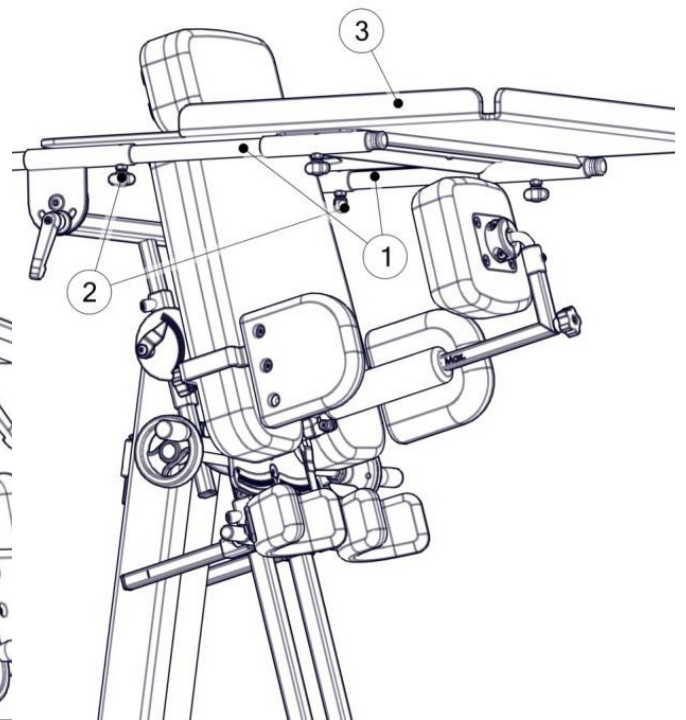

рис. 19
Направляющие стола (3) обеспечивают возможность установки стола в обоих положениях пациента – спиной и лицом. Для этого отрегулируйте положение направляющих (3) стола, ослабив винты (2) и установив стол (1) с другой стороны устройства. Рис. 19.